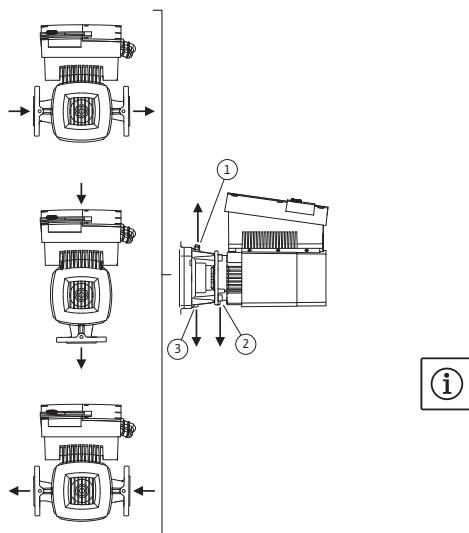

Fig. 23: Pozitii de montare admise
Pozitiiile de montare admise la arborele motor dispus orizontal și la modulul electronic orientat în sus ( $0^\circ$ ) sunt reprezentate în Fig. 23. Nu sunt ilustrate pozițiile de montare admise la modulul electronic montat în lateral ( $+/- 90^\circ$ ). Este permisă orice poziție de montare cu excepția celei în care „modulul electronic este orientat în jos” ( $-180^\circ$ ). Dezaerarea pompei este garantată numai atunci când ventilul de dezaerisire este orientat în sus (Fig. 23, poz. 1).
Numai în această poziție ( $0^\circ$ ), condensul rezultat poate fi evacuat orientat, prin găurile existente, piesa intermediară a pompei (Fig. 23, poz. 3), precum și prin motor (Fig. 23, poz. 2). Pentru aceasta se scot dopurile de la flanșa motorului (Fig. 7, poz. 7a).
- Dacă arborele motorului este montat orizontal, poziția orificiului de condens trebuie să fie obligatoriu în jos (Fig. 23, poz. 2). La nevoie, motorul trebuie rotit corespunzător.